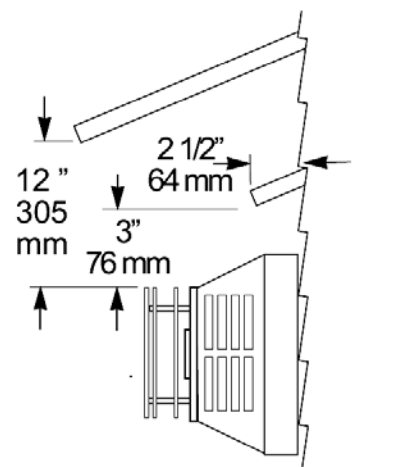

Figure 22. Dégagements du chapeau d'évacuation horizontale aux éléments en saillie du bâtiment.
- Le chapeau d'évacuation horizontal doit avoir un dégagement de 3 po de tout élément combustible en saillie dépassant (du bâtiment) de 2-1/2 po ou moins. Si un élément en saillie dépasse (du bâtiment) de plus de 2-1/2 po, ce dégagement doit être de 12 po du bord de la terminaison d'évacuation. Voir fig. 22.